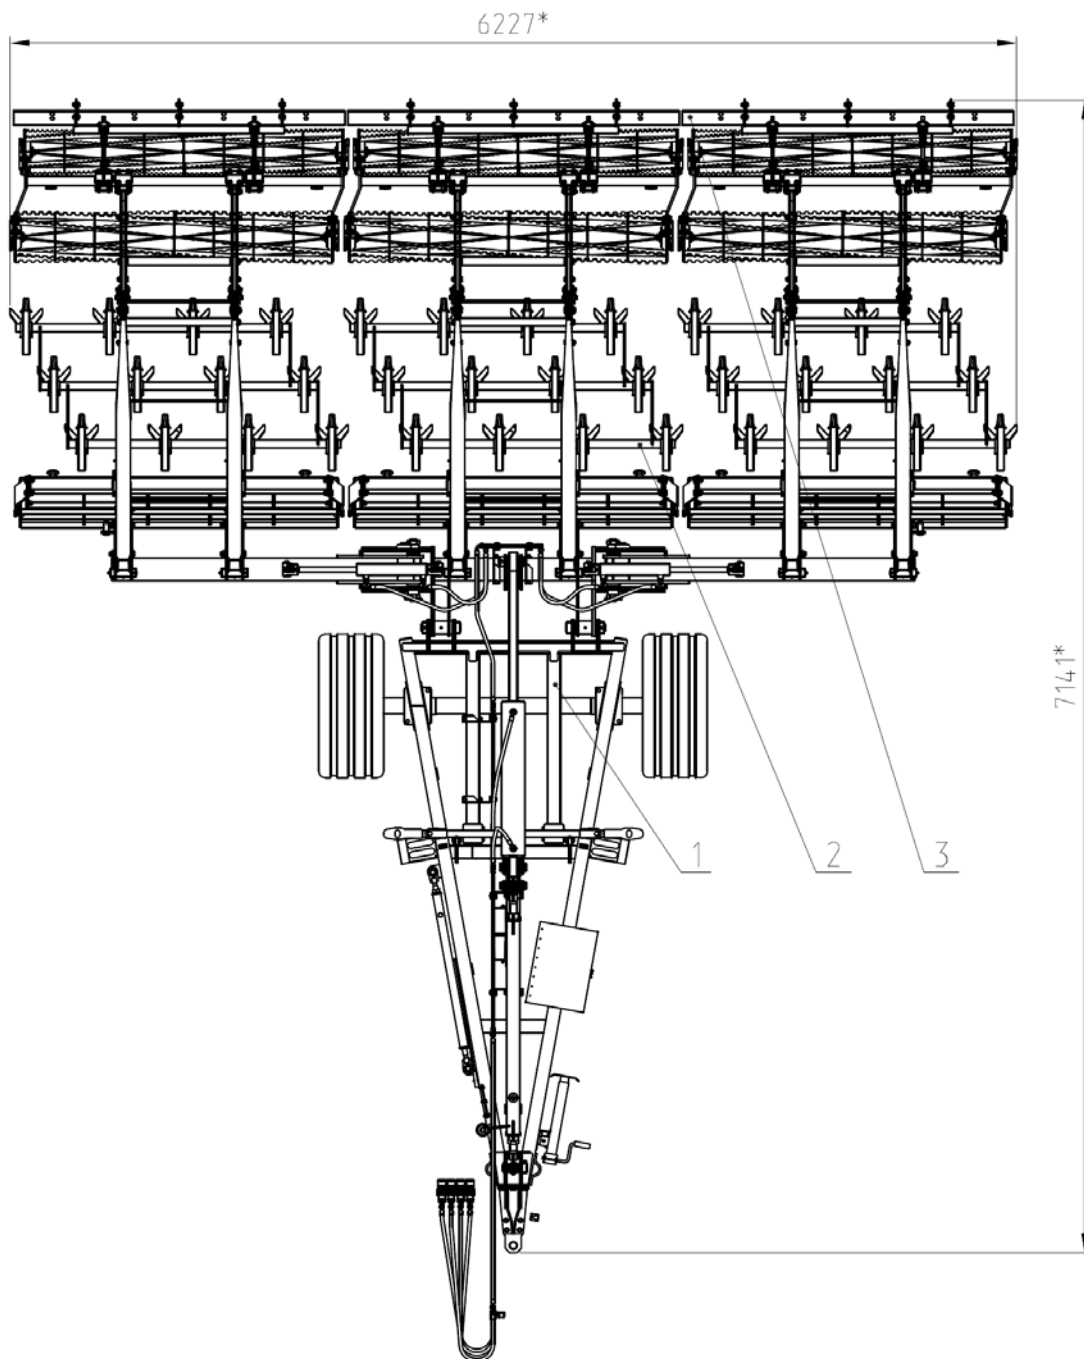

Рис.1 Культиватор КБП6-3 К1 "Orlan"
2.1 Культиватор (рис.1,2) состоит из снечи в сборе 1, секций в сборе 2, и планчатого выравнивателя 3.